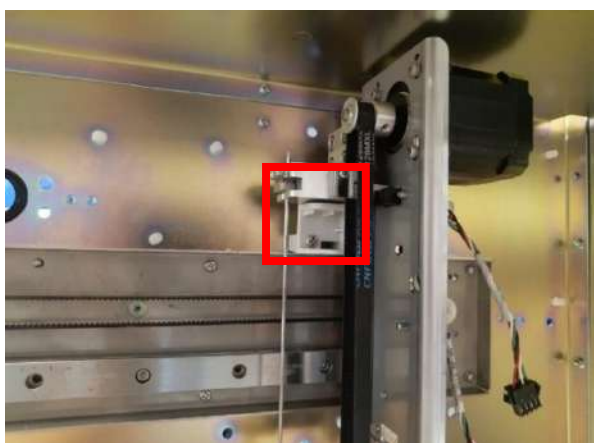

Рис. 4-1
2. Извлеките белый неподвижный блок, как показано на рис. 4-1.